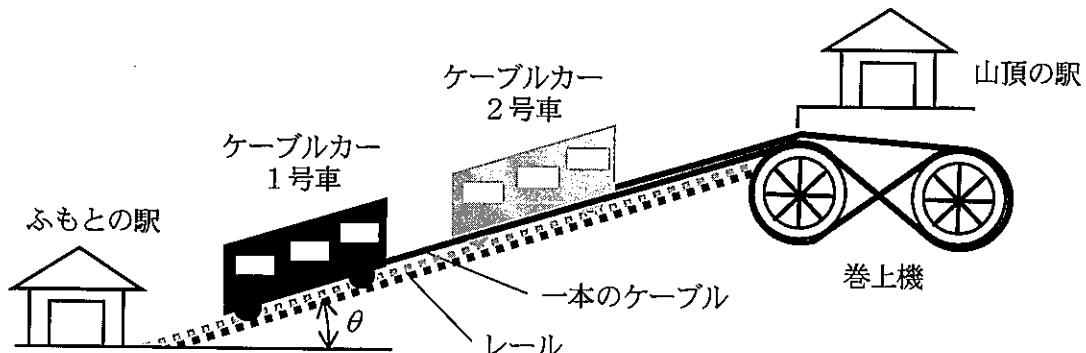

図2 ケーブルカー
(2) 図2に示すような、勾配角度 θ の線路を運行する2台のつるべ式(交走式)ケーブルカーの動力について考える。